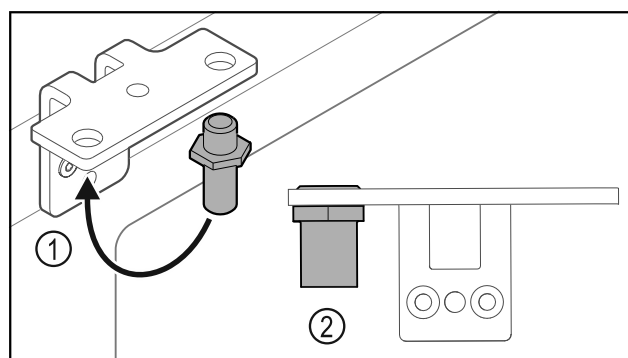

Fig. 17
► Μεταφέρετε τον πείρο Fig. 17 (1) στη γωνία μεντεσέ.
- ▶ Σφίξτε τον πείρο Fig. 17 (2) με ροπή 12 Nm.